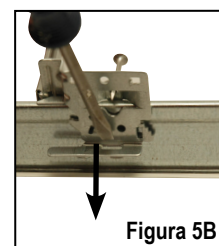

Figura 5B
6. Si se desea, doble la pestaña de quiebre en el pie de la barra colgante para romper. Esto puede prevenir interferencia con paneles de techo contiguos. (Figura 5B)